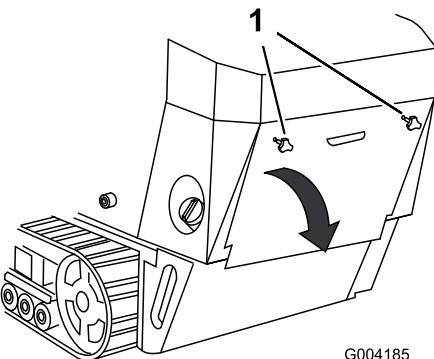

Figure 28
- Dévissez les 2 boutons de fixation du couvercle d'accès arrière à la machine (Figure 28).
2. Basculez le couvercle d'accès arrière vers le bas et déposez-le pour accéder aux composants internes (Figure 28).